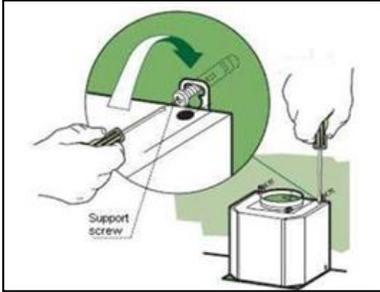

图. 9
- 用配套的两个 (ST5 x 25) 螺丝把 机体固定到墙上。注意: 根据需要调整机身的直线水平(图. 9)。
### 对准机体 (尽可能) (图. 9)